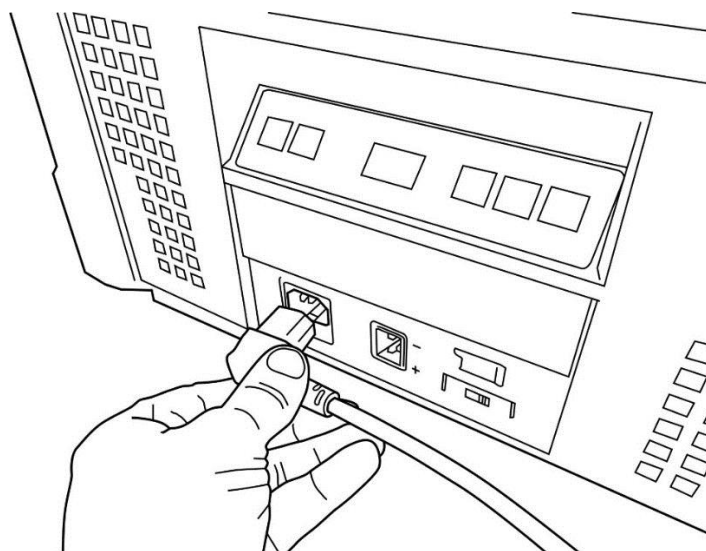

FIGURA 7.
- Conectar el cable de alimentación de 100-240V en el toma de corriente AC en el panel posterior del refrigerador congelador como se muestra en la Figura 7.